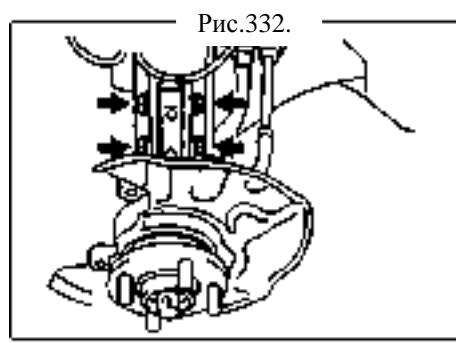

Рис.332.
- (a) Установите 2 болта и гайки и ступицу (рис.332).